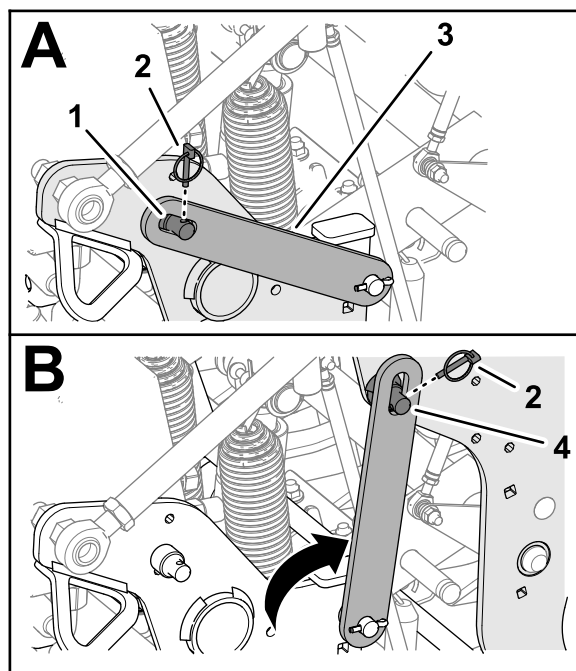

Figura 111
4. Îndepărtați tiftul de prindere care fixează elementul de blocare de service la placa laterală (Figura 111).